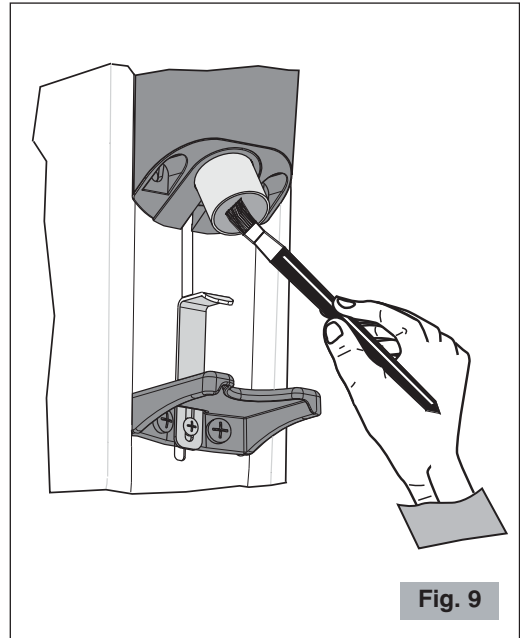

Fig. 9
- Utiliser une brosse ou un pinceau (Fig. 9) pour nettoyer les zones moins accessibles à son intérieur et un chiffon sec pour les autres surfaces.